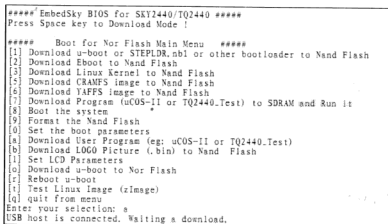

图 6-22 U-Boot 下载界面
(1) 选择从 NOR FLASH 启动，打开超级终端，开发板上电后，出现 U-Boot 下载界面，如图 6-22 所示。然后输入字母 a 或者 A。